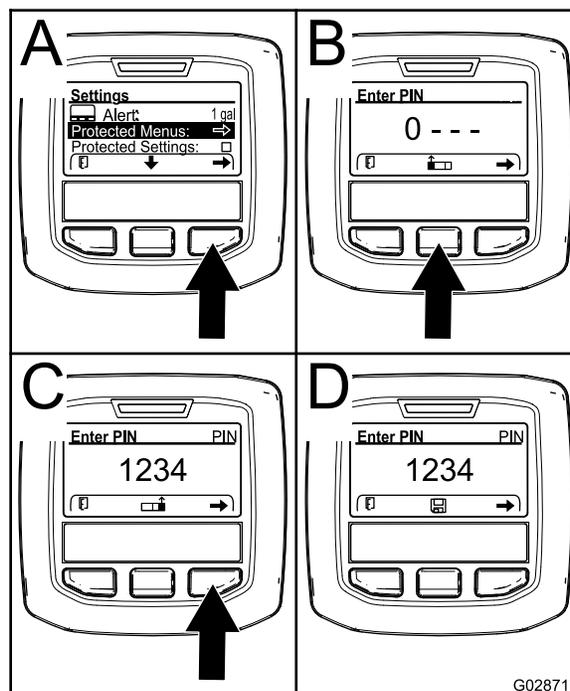

Рисунок 62
4. Нажмите правую кнопку выбора, чтобы выбрать Protected Menus (Защищенные меню) (A на Рисунок 62).
- Нажмите среднюю кнопку выбора (B на Рисунок 62), чтобы увеличить цифровое значение (от 0 до 9).
- Нажмите правую кнопку выбора (C на Рисунок 62), чтобы переместить курсор на позицию следующей цифры вправо.
Примечание: Над средней кнопкой выбора (D на Рисунок 62) появится значок «Сохранить».